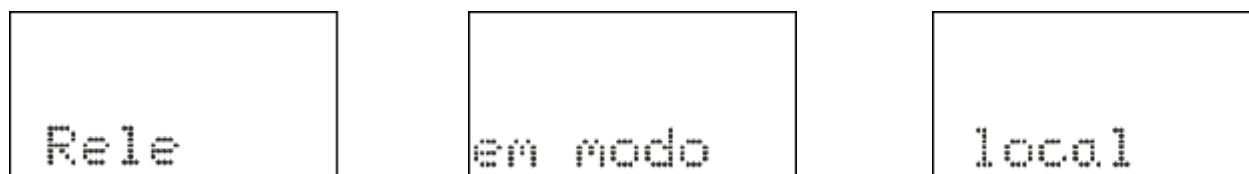

Figura 3.8: Relé em modo de programação local.
a) Pressionar a tecla **L** e o relé entra em modo de programação e atuação local e o led de programação e atuação local ou remota acende. A IHM local sinaliza a operação realizada conforme figura 3.8. Em modo local o relé bloqueia a programação e atuação na **Serial 1** (RS485 ou RS232) e a atuação através da **Serial 2** (USB). Neste modo as teclas **L** e **D** de atuação local do disjuntor são liberadas.